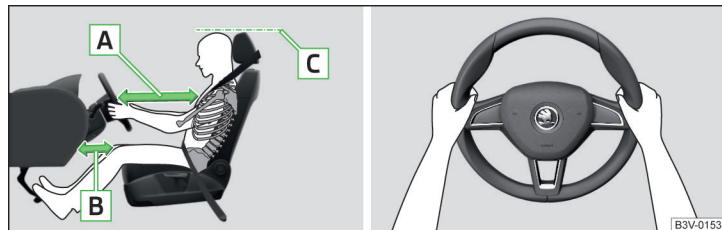

Fig. 2 Poziția corectă a scaunului șoferului/Poziția corectă la volan
- ✓ La autovehicule cu airbag pentru genunchii șoferului, reglați longitudinal scaunul șoferului în așa fel, încât distanța de la picioare la planșa de bord să fie de minim 10 cm » [fig. 2 - \[B\]](#) în zona airbagului pentru genunchi.
- ✓ Reglați volanul în așa fel, încât distanța dintre volan și torace să fie de cel puțin 25 cm » [fig. 2 - \[A\]](#).
- ✓ Reglați tetiera astfel încât marginea superioară a tetierei să se aple, pe cât posibil, la aceeași înălțime cu partea superioară a capului dumneavoastră (nu este valabil pentru scaunele cu tetieră integrată) » [fig. 2 - \[C\]](#).
- În timpul mersului volanul trebuie ținut cu ambele mâini, de partea exterioră laterală, în poziția „orei 9” și „orei 3” » fig. 2. Nu țineți niciodată volanul în poziția „ora 12” sau în altă poziție (de exemplu de centrul volanului, de marginea interioară etc.). În caz contrar, în cazul declanșării airbagurilor, se poate provoca accidentarea gravă a mâinilor, brațelor și a capului.
- ✓ Reglați tetiera astfel încât marginea superioară a tetierei să se afle, pe cât posibil, la aceeași înălțime cu partea superioară a capului dumneavoastră » fig. 2 la pagina 12 - **C** (nu este valabil pentru scaunele cu tetieră integrată).
- ✓ Reglați tetierele astfel încât marginea superioară a tetierei să se afle la aceeași înălțime cu partea superioară a capului dumneavoastră » fig. 2 la pagina 12 - **C**.